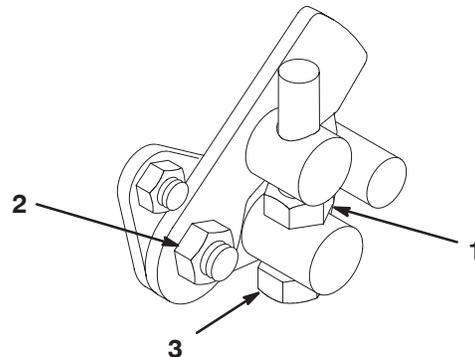

Bild 52
1. Lockern Sie die Klemmmutter an der Drehzapfenkopfschraube (Bild 52).
4. Ziehen Sie die Sicherungsmutter an der Drehzapfenkopfschraube und die Mutter am Pedalgelenk fest, um die Einstellung zu arretieren (Bild 52). Prüfen Sie die Einstellung und nehmen Sie ggf. eine weitere Einstellung vor.